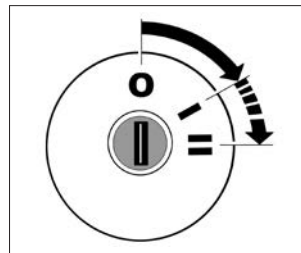

Рис. 35. Выключатель зажигания
0 (рис. 35) – выключено. Положение фиксированное. Ключ вынимается.
**Рис. 35а. Выключатель зажигания